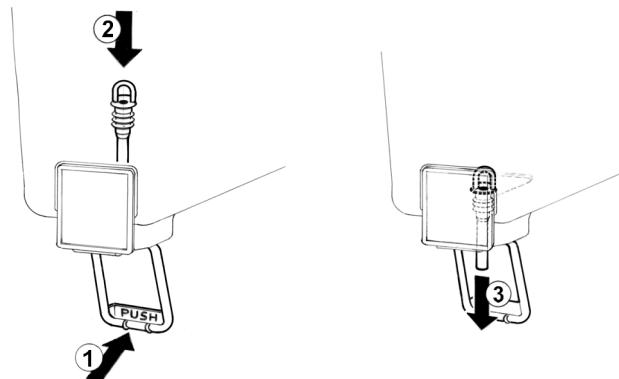

figure 5
- 2 **Robinet avec tube en caoutchouc:** Pousser (1) le levier de débit robinet et enfiler (2) le tuyau du robinet dans son siège
sur le fond du réservoir. Tirer (3) doucement le tuyau vers le bas jusqu'à le bien placer (voir figure 5).